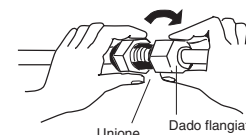

Fig. 7-5
- 3) Per un collegamento corretto, allineare il tubo di raccordo e quello svasato diritti uno rispetto all'altro e quindi avvitarne bene il dado flangiato in modo da ottenere un'adesione perfetta. (Fig. 7-5)